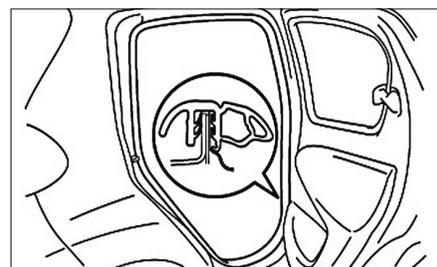

FIG. 114
- Sur la version 5 portes, déposer le joint d'entrée de porte (Fig.114).